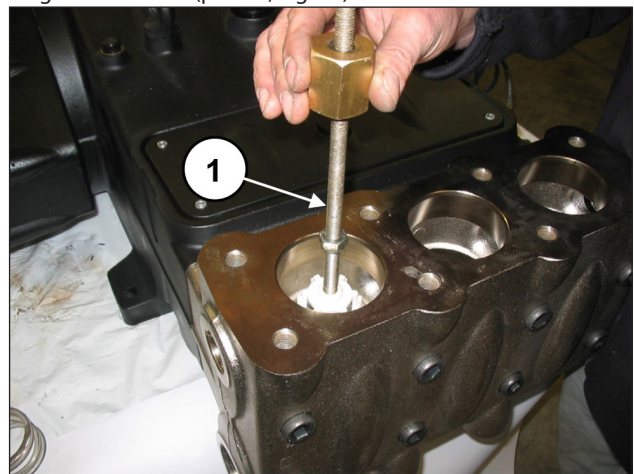

Fig. 82
Extraia o grupo da válvula de fluxo, mediante o uso de um extrator de mecanismo de percussão, para aplicar no furo M10 da guia da válvula (pos. ①, Fig. 82).